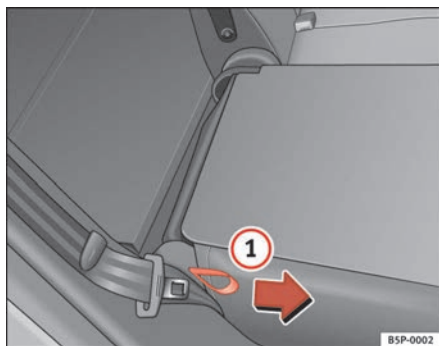

Abb. 99 Umklappen bzw. Aufrechtstellen der Rücksitzlehne
- Ziehen Sie an der Schlaufe auf der Seite des Sitzes ⇒ Abb. 99 **1**.